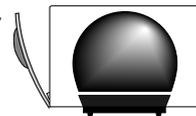

fig. 1
- **Deje siempre la puerta abierta en posición de paro** (según ilustración 1)
Si establece la función BROIL únicamente el elemento superior se pondrá en pleno funcionamiento. Asegúrese de dejar la puerta abierta sólo en posición de paro, según se muestra en la ilustración 1 de la página 52. Coloque la parrilla sobre la bandeja recogemigas y sobre la rejilla en posición 2 o 3 (ver Pág. 45) para que el alimento se sitúe a pocas pulgadas del elemento calentador superior. Para piezas grandes, coloque la rejilla en posición 1. En caso necesario, la parrilla puede ser invertida sobre la bandeja. La parrilla aleja la grasa del calor directo, reduciendo las salpicaduras, los humos y la posibilidad de llama. Utilice siempre la bandeja cuando prepare alimentos grasos con el grill.